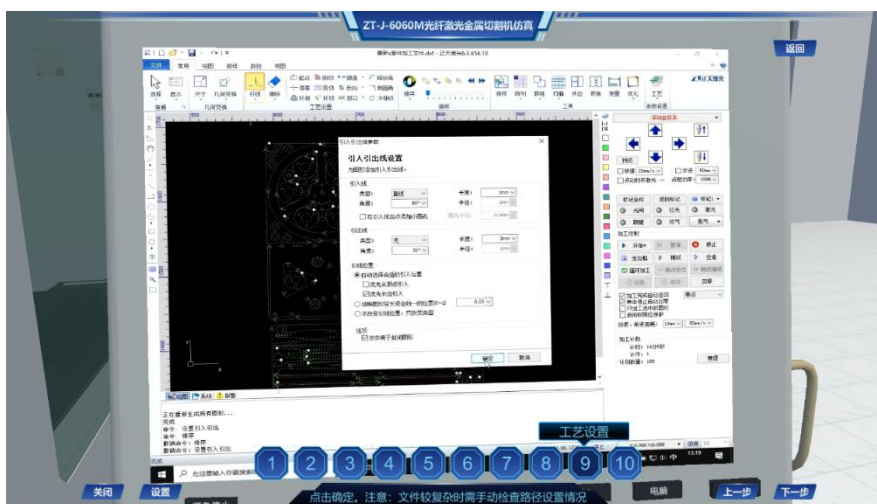

图 12 引线设置示意图
(12) 第十二步：工艺设置阶段。选择图形后，对引入引出线、排序参数、微连参数等工艺参数进行设置，如图 12 所示。